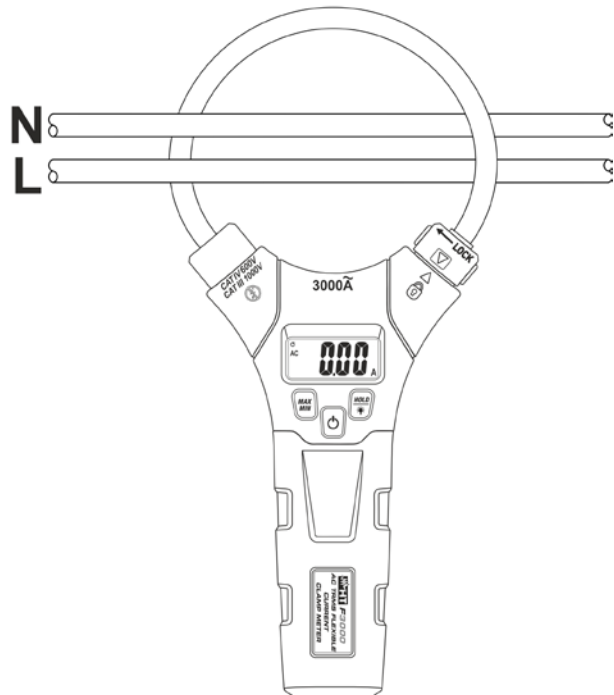

Abb. 3: Verwendung des Gerätes für Wechselstrommessung
2. Öffnen Sie die Zangenbacken und umschließen Sie damit den Phasenleiter (siehe Fig. 3). Der Stromwert erscheint auf dem Display.